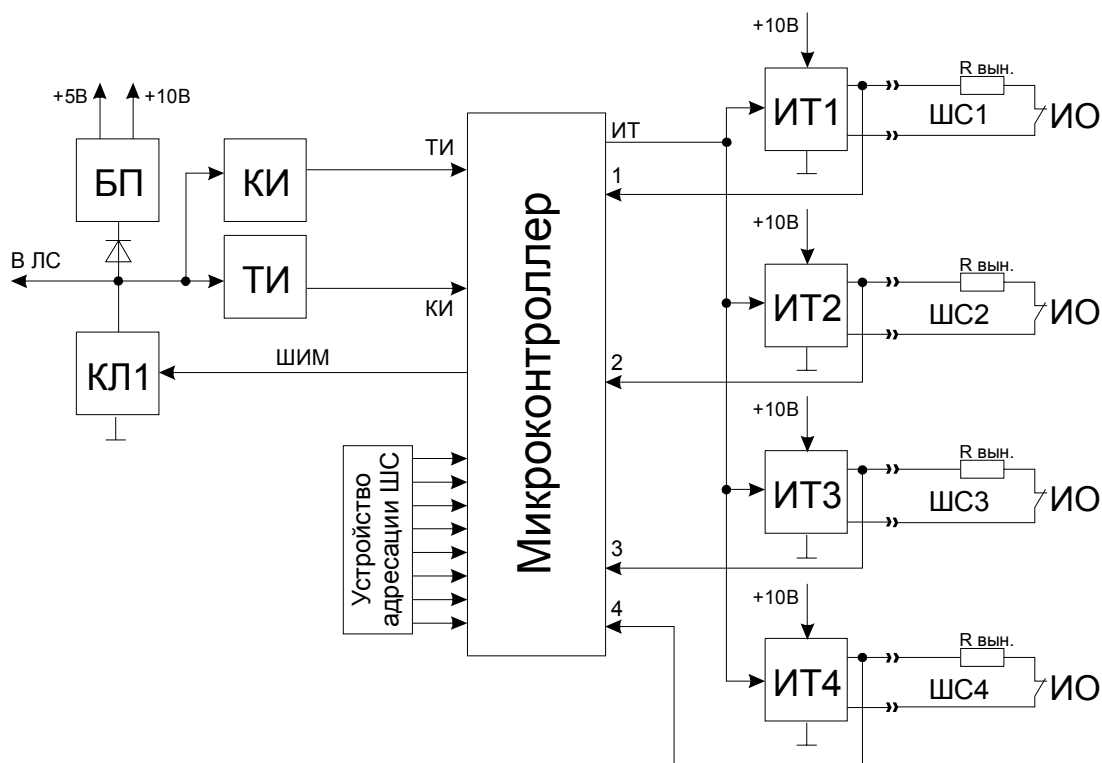

Рис. 1 Схема электрическая структурная блока линейного ЛБ-06
4.1 На Рис. 1 приведена электрическая структурная схема БЛ.